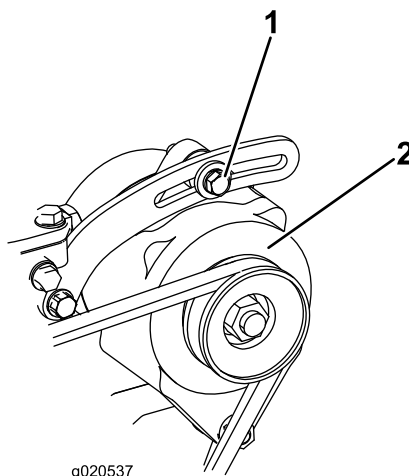

Bild 98
- Lockern Sie bei einer Durchbiegung von mehr oder weniger als 10 mm die Befestigungsschrauben der Lichtmaschine (Bild 98).